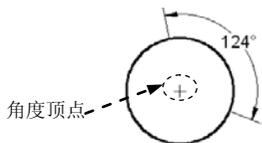

图 8.3.12 标注圆上某段圆弧的包含角
3. 标注圆上某段圆弧的包含角 (图 8.3.12)
Step2. 选择下拉菜单 **标注 (D)** → **角度 (A)** 命令。